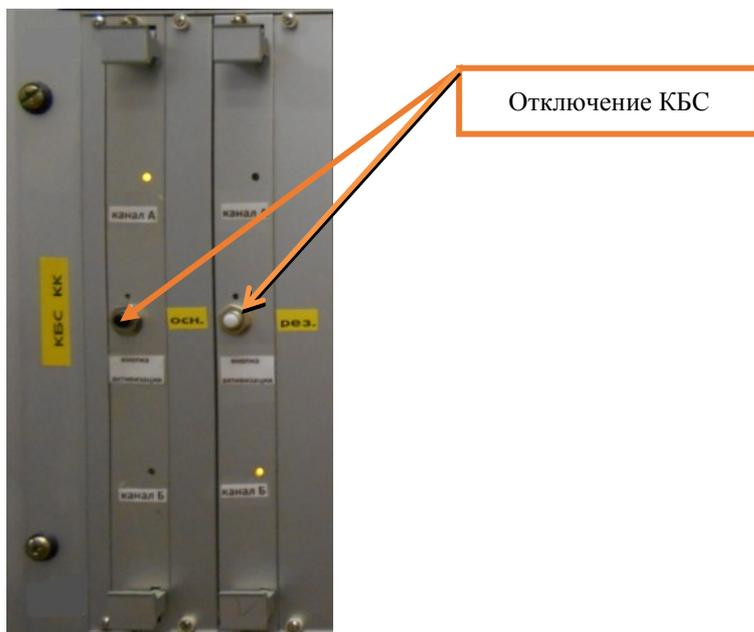

Рисунок 2. Отключение КБС.
7.1.3 Перейти на резервный комплект безопасного сопряжения (КБС), отключив основной комплект безопасного сопряжения (КБС), на котором будет производиться замена платы ДБК-Б (ДБК-Б-2) (Рисунок 2).